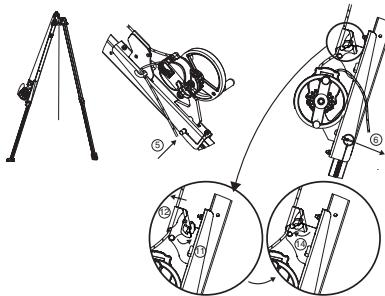

Fig. 9
IMPORTANTE: Attenzione al senso di montaggio: lo strozzafune deve essere rivolto verso la parte alta del treppiede tracpode (Fig. 9).
5. Posizionare il perno di fissaggio della console per apparecchio Derope™ UP R. Questo perno di fissaggio svolge due funzioni: bloccaggio della gamba del treppiede tracpode e fissaggio della console per apparecchio Derope™ UP R su questa gamba (Fig. 9, 5).
6. Bloccare il perno di fissaggio mediante la coppiglia ad anello (Fig. 9, 6).
11. Aprire lo strozzafune della console (Fig. 9, 11).
12. Introdurre la fune che esce dall'apparecchio Derope™ nello strozzafune della console (Fig. 9, 12).
14. Chiudere lo strozzafune (Fig. 9, 14).